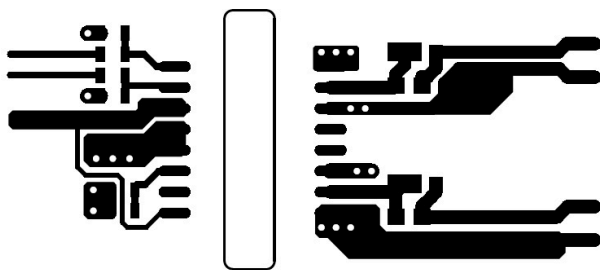
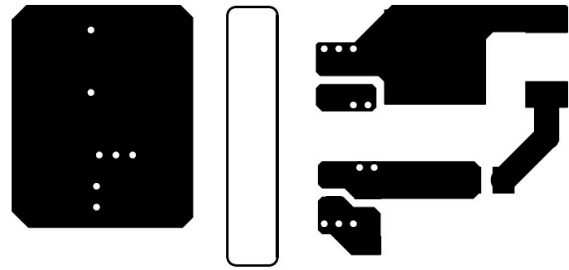

図 10-2. 上層のパターンと銅箔
図 10-3. 下層のパターンと銅箔
- VDDA、VDDB、VSSA、VSSB ピンに接続する PCB 銅箔の面積を増やし、VSSA、VSSB との接続を優先して最大化することを推奨します (図 10-2 と 図 10-3 を参照)。しかし、上述の高電圧 PCB に関する注意事項は守る必要があります。
図 10-2 と 図 10-3 に上層と下層のパターンと銅箔を示します。